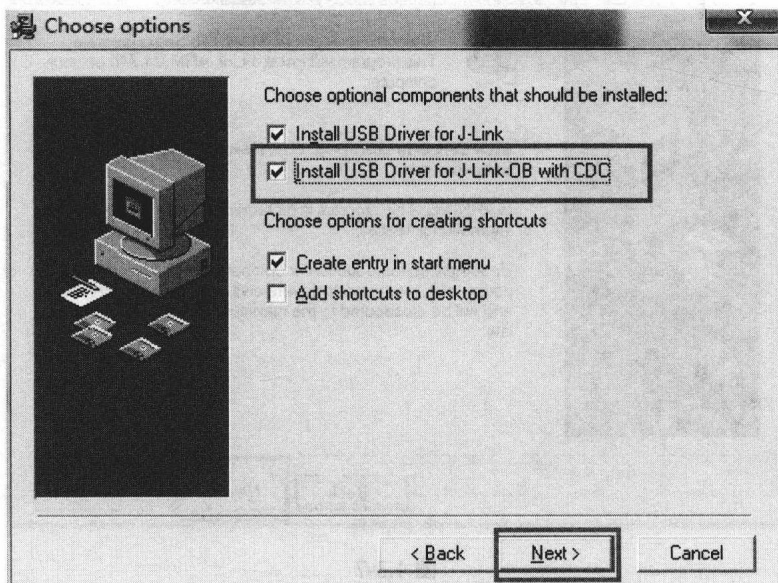

图 1.3-9
(4) 勾选 “Install USB Driver for J-Link-OB with CDC”，然后点击 “Next” 按钮，如图 1.3-9 所示。